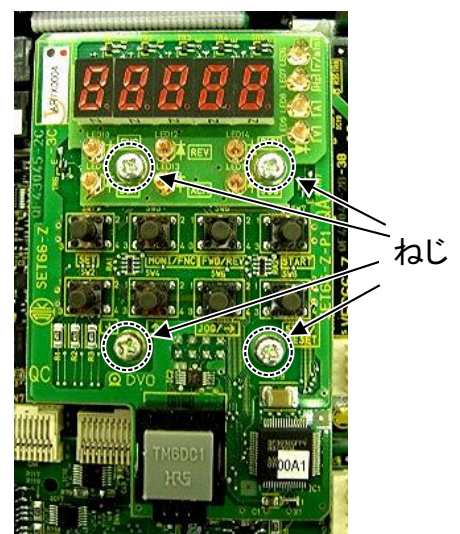

図3. 3 SET66-Z基板
- (4) 続いてSET66-Z基板を取り外します。右図の丸印で示した4箇所のねじを外し、SET66-Z基板をVFC66-Z基板から引き抜くようにして取り外してください。
- (5) 図3. 2に丸印で示したVFC66-Z基板側の4箇所に付属のサポートを取り付けます。サポートの向きは図3. 4を参照してください。